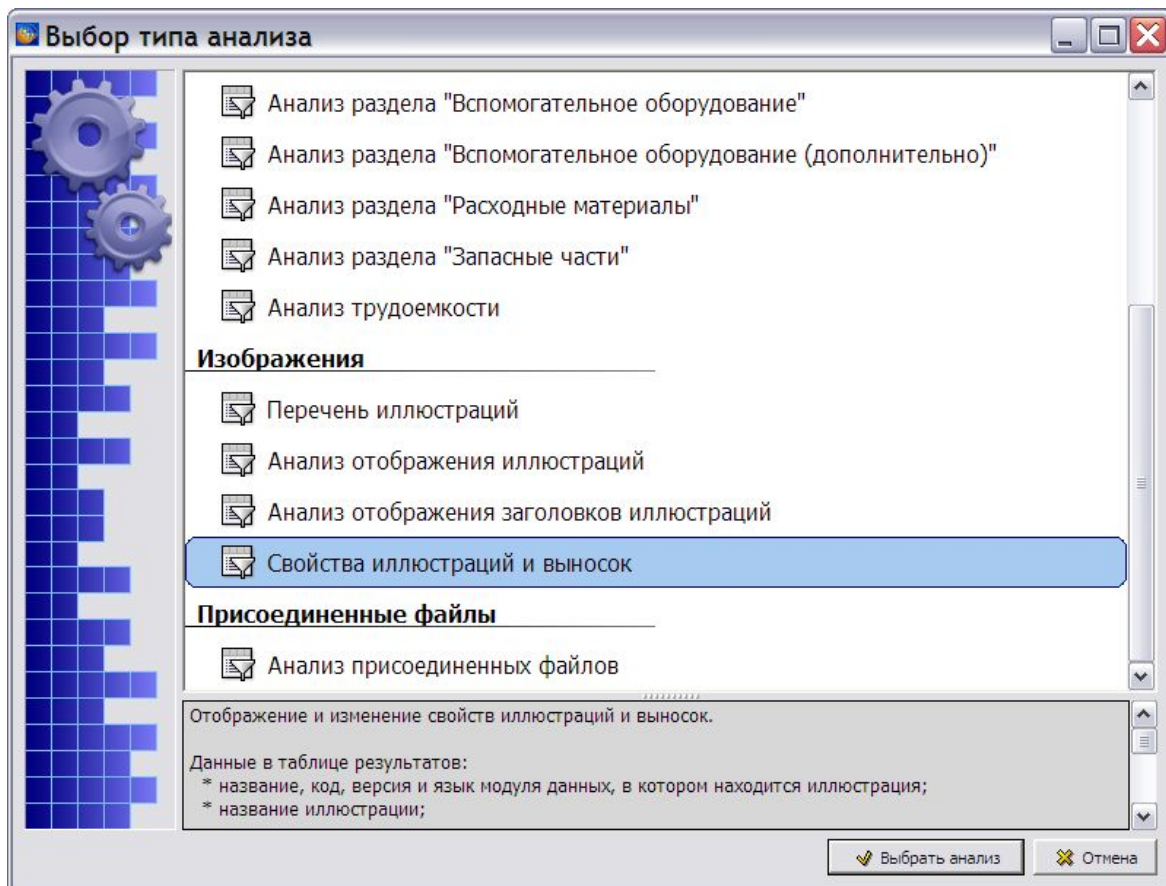

Рис. 8.210
1. В окне **Выбор типа анализа** выберите тип анализа «Свойства иллюстраций и выносок» (Рис. 8.210).